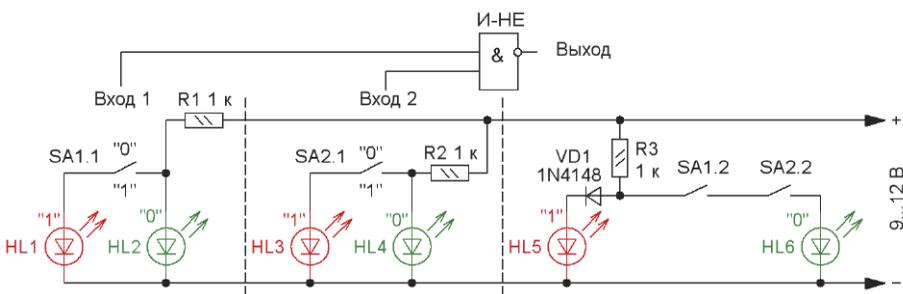

Рис. 6
**"И-НЕ"** (NOT-AND, NAND) — логический элемент, представляющий собой последовательно включённые элементы "И" и "НЕ" (рис. 6). При одновременной подаче на входы этого элемента уровня лог. 1 на выходе  $Y$  элемента будет уровень лог. 0. Если хотя бы на одном из входов элемента входной сигнал примет уровень лог. 0, сигнал на выходе устройства немедленно переключится с лог. 0 на лог. 1.